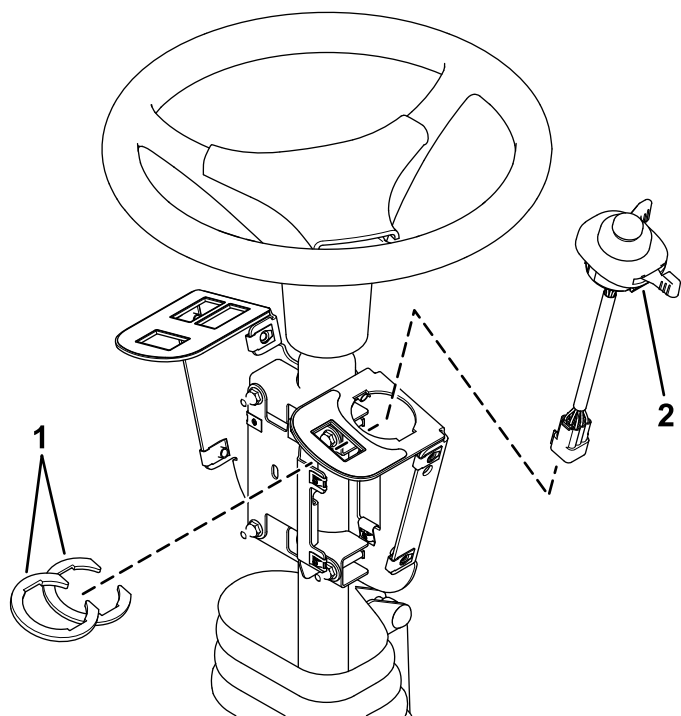

Figure 4
2. Insérez la commande multifonction dans le trou du support des commandes, et fixez-la en place avec les clips placés sous le trou (Figure 4).